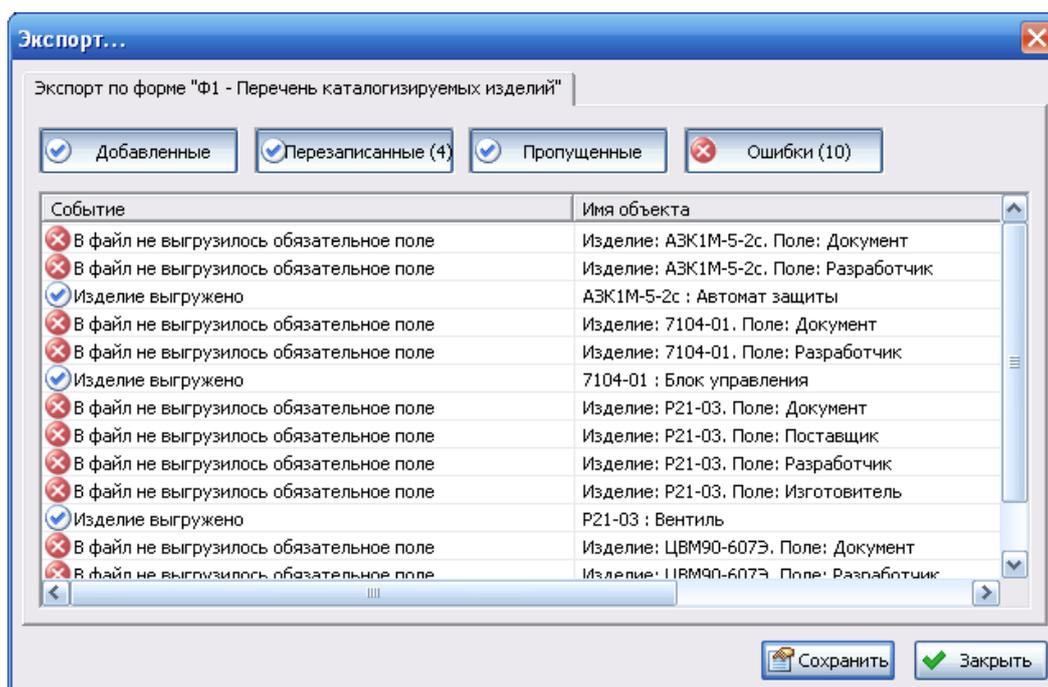

Рис. 2-28
7. Нажмите на кнопку **Сохранить**. В результате появится окно **Экспорт...** с информацией о ходе выполнения экспорта (рис. 2-28). В окне **Экспорт...** отображается информация о выгруженных изделиях и ошибках, произошедших в процессе формирования обменного файла. В данном случае ошибками считаются данные, не соответствующие требованиям к формату обменного файла (например, отсутствие обязательных данных).
В результате появится окно **Импорт...** с отчетом о процессе импорта. Данное диалоговое окно идентично окну **Экспорт...** (рис. 2-28). Нажмите кнопку **Заккрыть** в окне **Импорт...**